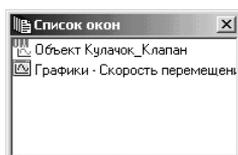

Рис. 1.139. Окно **Список окон**
- щелкните в окне **Список окон** по пункту **Объект Кулачок**, см. рис. 1.139. Появится главное окно системы **Универсальный механизм Express**;